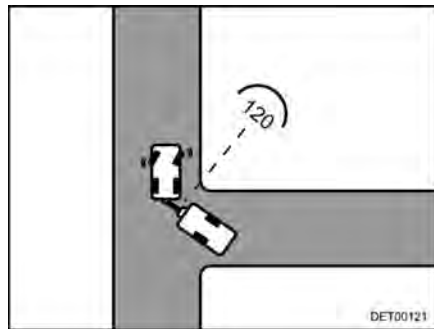

Fig. 15 Manœuvre à effectuer
- Dès que les deux véhicules se trouvent dans un angle de 120° l'un par rapport à l'autre, s'arrêter (Fig. 15).